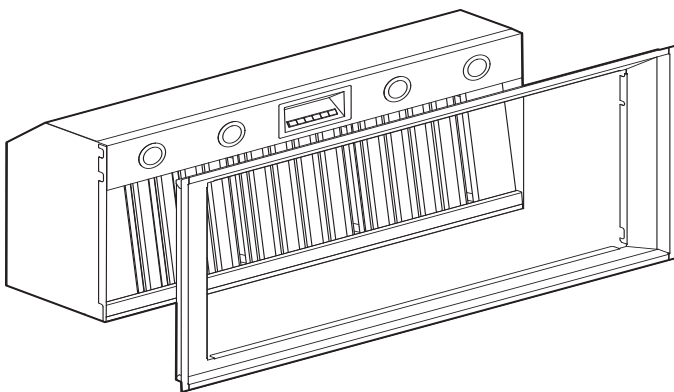

Figura 33: Instalación del marco
- a) Inserte el marco en la campana (Figura 33).